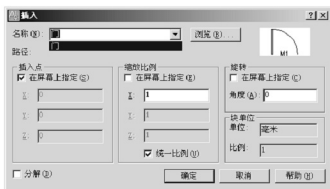

图 3.84 【名称】下拉列表中无“窗”图块
(1) 单击【绘图】工具栏上的【插入块】图标 , 或在命令行输入“I”后按 Enter 键, 打开【插入】对话框。
(2) 若在【插入】对话框的【名称】下拉列表中没有找到“窗”图块, 如图 3.84 所示。单击旁边的【浏览】按钮, 打开【选择文件】对话框, 找到刚才存盘的“窗”图块后单击【打开】按钮, 返回【插入】对话框。
(3) 不勾选【统一比例】复选框, 设定【插入】对话框中的缩放比例: X 设置为“2.4”, Y 设置为“1”, Z 设置为“1”。